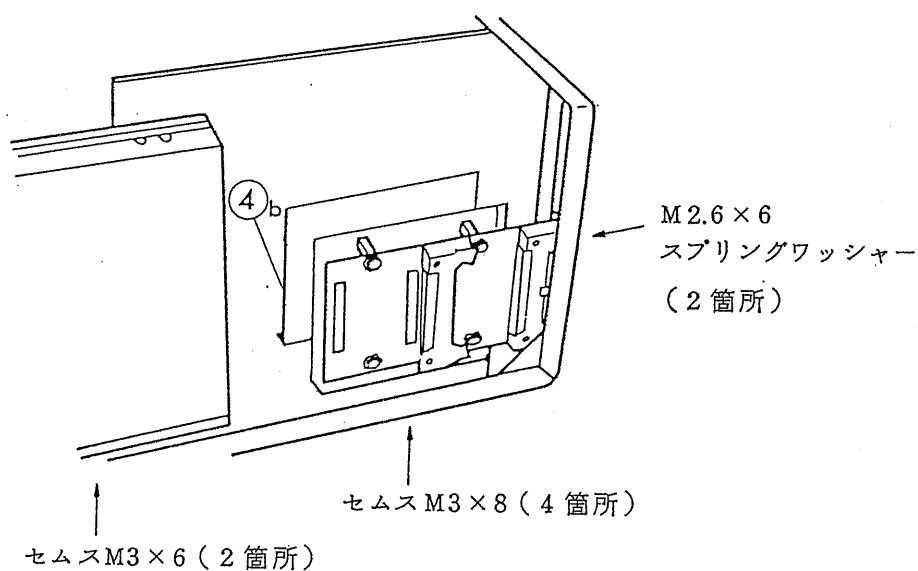

図 10
(7) D/Aコンバータの付いたブラケットをPAEの底面よりネジで固定します。(図10)
(8) コネクタボードの付いたI/FブラケットをPAEの底面と後面よりネジ止めします。(図10)